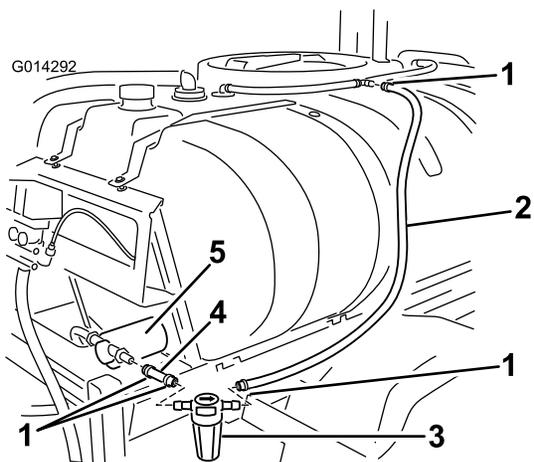

図 22
5. 先ほど取り付けしたT字フィッティングの開放端に、ホースを接続する（図 22）。